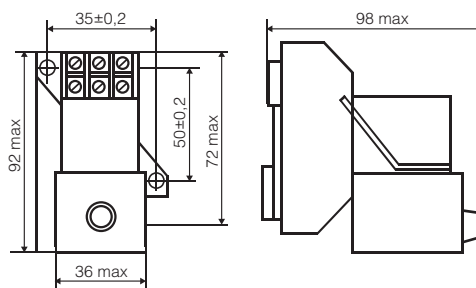

Рисунок 3. Реле с розеткой типа 3
- с розеткой типа 3 – с помощью двух винтов М4, с винтовыми зажимами для переднего присоединения проводников (рис. 3);